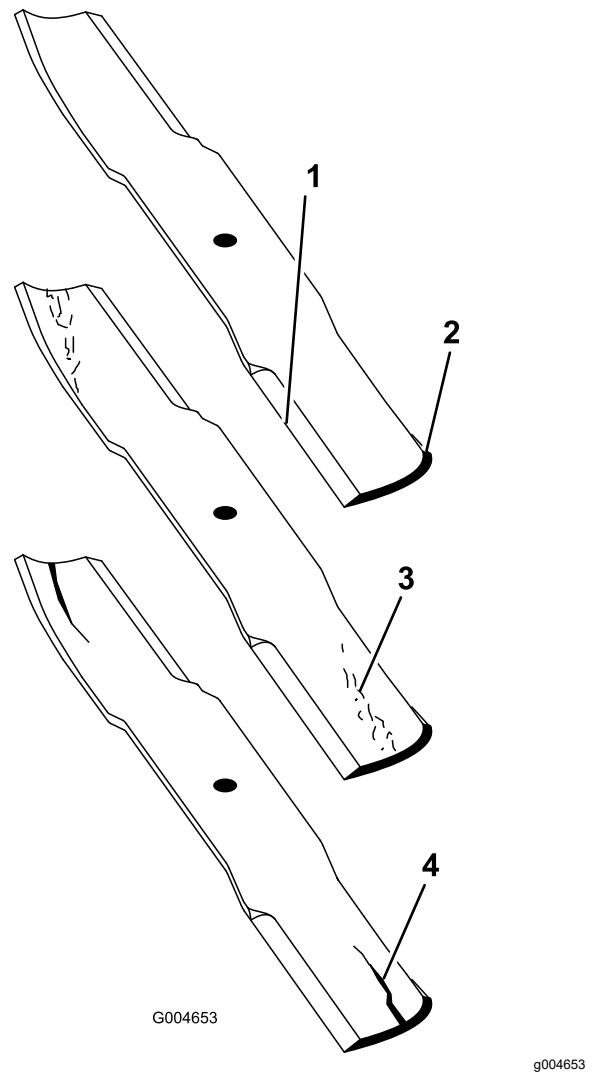

图 86
2. 仔细检查刀片的剪草端特别是刀片平面和曲面交接的部分 (图 86)。
注意 由于沙子和研磨材料可能导致连接刀片平面与曲面的金属磨损请在使用剪草机之前检查刀片。如果刀片磨损 图 86 请更换。